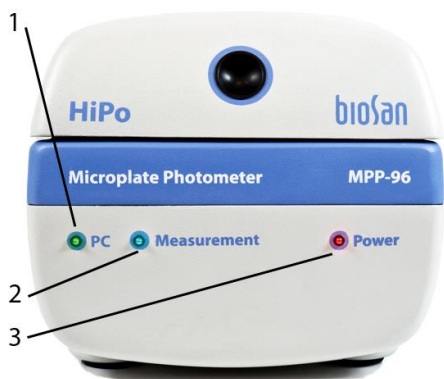

Рисунок 1. Вид спереди
- 5.1 Подсоедините внешний блок питания к сети. Переверните переключатель питания **Power** на задней панели прибора в положение **I** (включено, рис. 2/1). Включится светодиод **Power** (рис. 1/3).
- 5.2 Соедините кабелем USB порты прибора (рис. 2/2) и персонального компьютера (далее, также: ПК). Включится светодиод **PC** (рис. 1/1).
5.4.5 Нажмите на кнопку **Start** (Пуск). Включится светодиод **Measurement** (рис. 1/2).